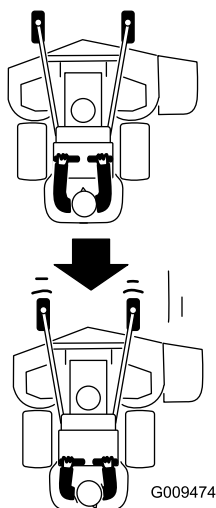

Figure 20
2. Tirez lentement les leviers de commande de déplacement en arrière (Figure 20).